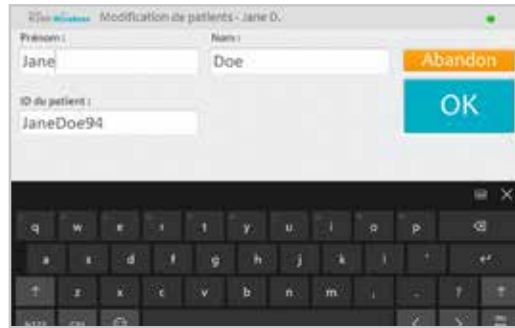

Figure 8-38 : Fenêtre Modification de patients
2. La fenêtre Modifier le patient s'affiche. Reportez-vous à la Figure 8-38.